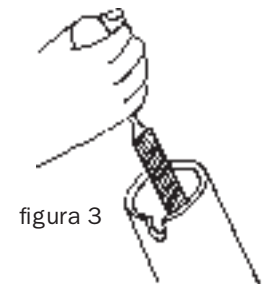
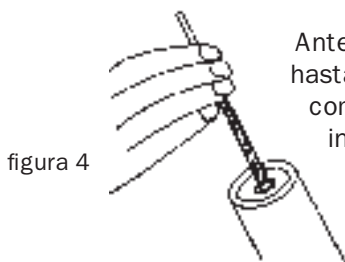

figura 3
figura 4
3. Pulir los bordes de la extremidad superior utilizando la lima redonda. (Figura 3). La extremidad inferior debe tener una pequeña abertura, por lo que si está completamente cerrada por el nudo será necesario realizar un pequeño orificio de 0,5 cm de diámetro. (Figura 4).